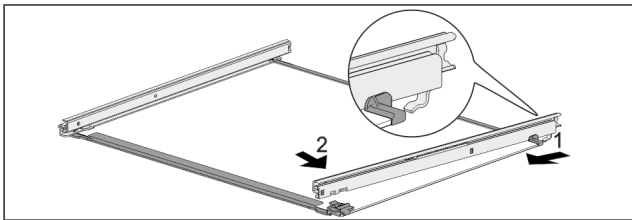

Fig. 59 Glasplaat met rails
- ▶ Rail achter vasthaken. Fig. 59 (1)
- ▶ Rail voor vasthaken. Fig. 59 (2)